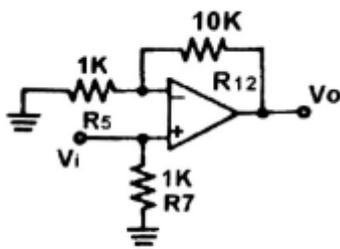

Fig 15-12
1. Insérez le clip de raccordement en vous référant à la figure 15.12 et au schéma de raccordement de clip 23013-block b.3.